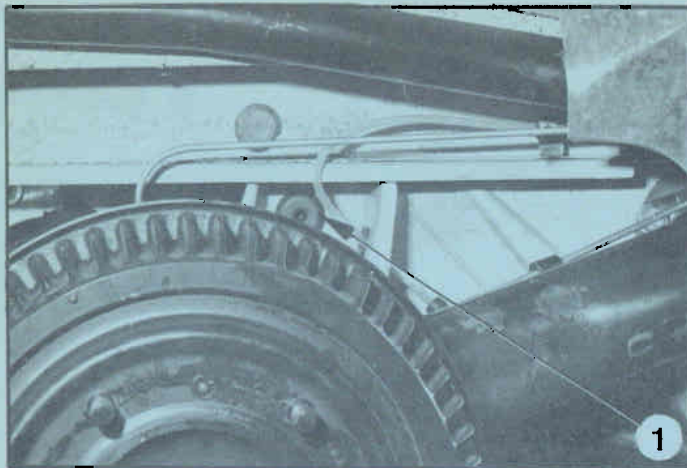

Fig. 24
17. De achterveercilinder-steunen links en rechts (afb. 24).
- Verwijder de doppen (1) op de veercilinder-steunen en spuit door de aldus vrijgemaakte gaten.